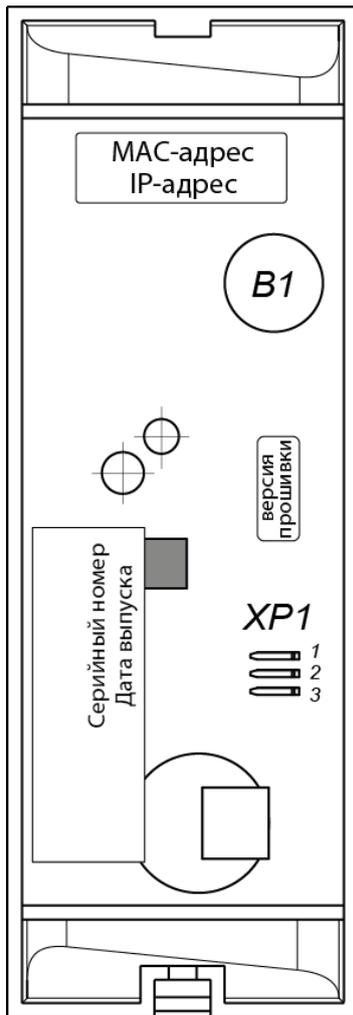

Рисунок 1. Внешний вид тыльной стороны контроллера
Выбор способа задания IP-адреса контроллера осуществляется установкой или снятием переключки (джампера) на разъеме *XP1* на тыльной стороне контроллера. Расположение разъема указано на рис. 1.
Контроллер имеет маркировку в виде этикетки, расположенной на тыльной стороне корпуса. Расположение этикетки и других наклеек показано на рис. 1. На этикетке нанесены наименование, серийный номер и дата изготовления изделия.
6. Выберите способ задания IP-адреса контроллера (см. разд. 5.5) и при необходимости установите переключку (джампер) на разъем *XP1* согласно табл. 2. Расположение переключки указано на рис. 1.